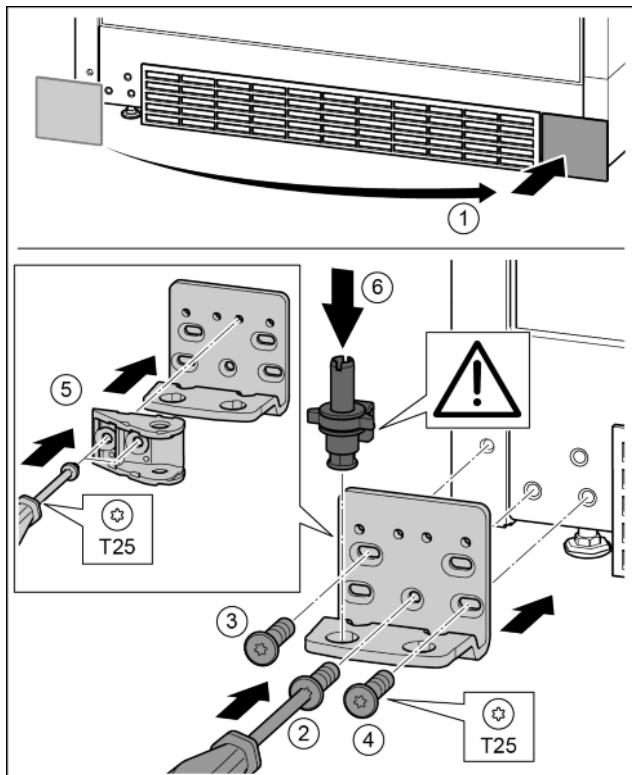

Fig. 36
- ▶ Зніміть кришку та встановіть її з іншого боку. Fig. 36 (1)
- ▶ Встановіть опорний кронштейн з іншого боку і закріпіть гвинтами за допомогою викрутки T25. Почніть із гвинта 2 знизу посередині. Fig. 36 (2)
- ▶ Закрутіть гвинти 3 та 4. Fig. 36 (3, 4)
- ▶ Поверніть з'єднувальний елемент демпфера на 180°. Пригвинтіть з іншого боку опорного кронштейна за допомогою викрутки T25. Fig. 36 (5)
- ▶ Вставте цілком опорний гвинт. При цьому виступ фіксатора повинен бути спрямований назад. Fig. 36 (6)